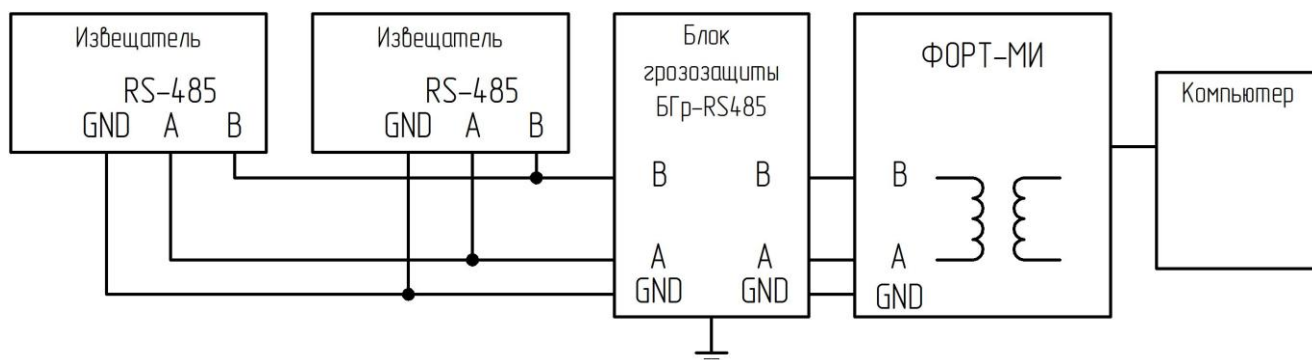

Рисунок 2.1 – Подключение извещателей в одну линию управления по интерфейсу RS-485
- объединять минусовые цепи всех извещателей и преобразователя интерфейса в данной линии (рисунок 2.1);
2.4.2.18 Для удалённого управления извещателем «ЦИКЛОП-10» применяется компьютер, работающий на платформе Windows и подключенный к извещателю через интерфейс RS-485. Извещатель подключается к компьютеру через преобразователь интерфейса (рисунок 2.1). Преобразователь интерфейса поставляется по отдельному заказу. Принцип работы с извещателем через интерфейс RS-485 полностью аналогичен работе через интерфейс USB.